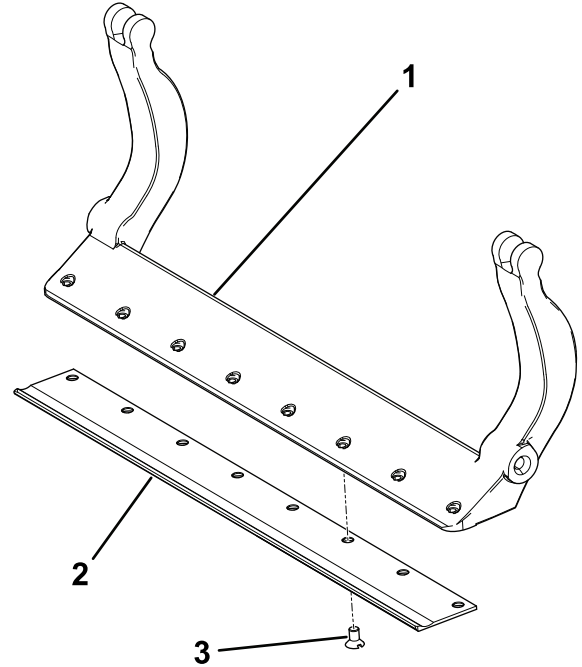

Figura 33
3. Aplique compuesto antigripante a los tornillos e instale la contracuchilla en la barra de asiento como se indica a continuación (Figura 33).